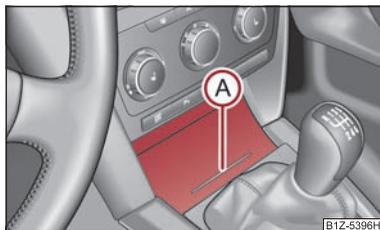

Fig. 92 Console centrale AV: Vide-poches
- Appuyez sur la partie inférieure du couvercle du vide-poches au niveau **A** ⇒ fig. 92 - le couvercle s'ouvre.